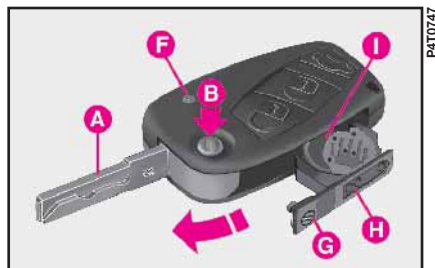

fig. 7
- presione el pulsador **B** (fig. 7) y ponga la pieza metálica encajada **A** en posición de apertura;